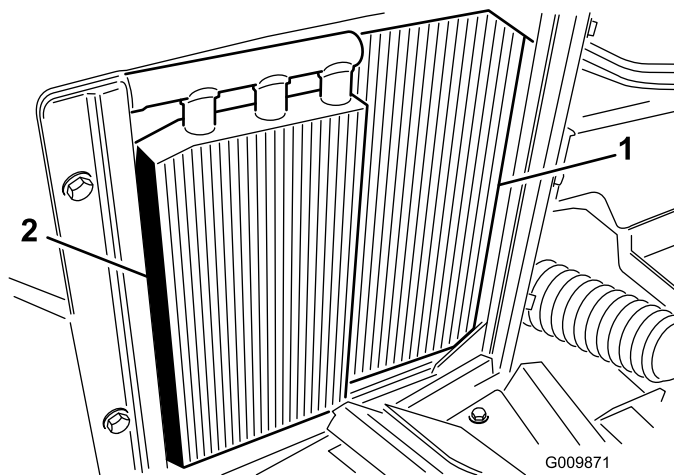

Figura 54
3. Pulite accuratamente il refrigeratore dell'olio (Figura 54) e rimuovete i detriti eventualmente raccolti attorno ai componenti.
2. Quando agite sul lato della ventola del radiatore, spruzzate il radiatore con un flessibile oppure soffiare aria compressa (Figura 54).